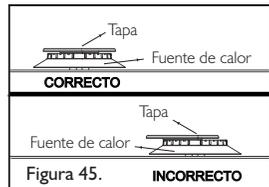

Figura 45.
- Verifique antes de encender la fuente de calor que la tapa esté correctamente ubicada y ajustada a ésta, como lo muestra la figura 2 de instrucciones generales, página 8. (Ver figura 45).